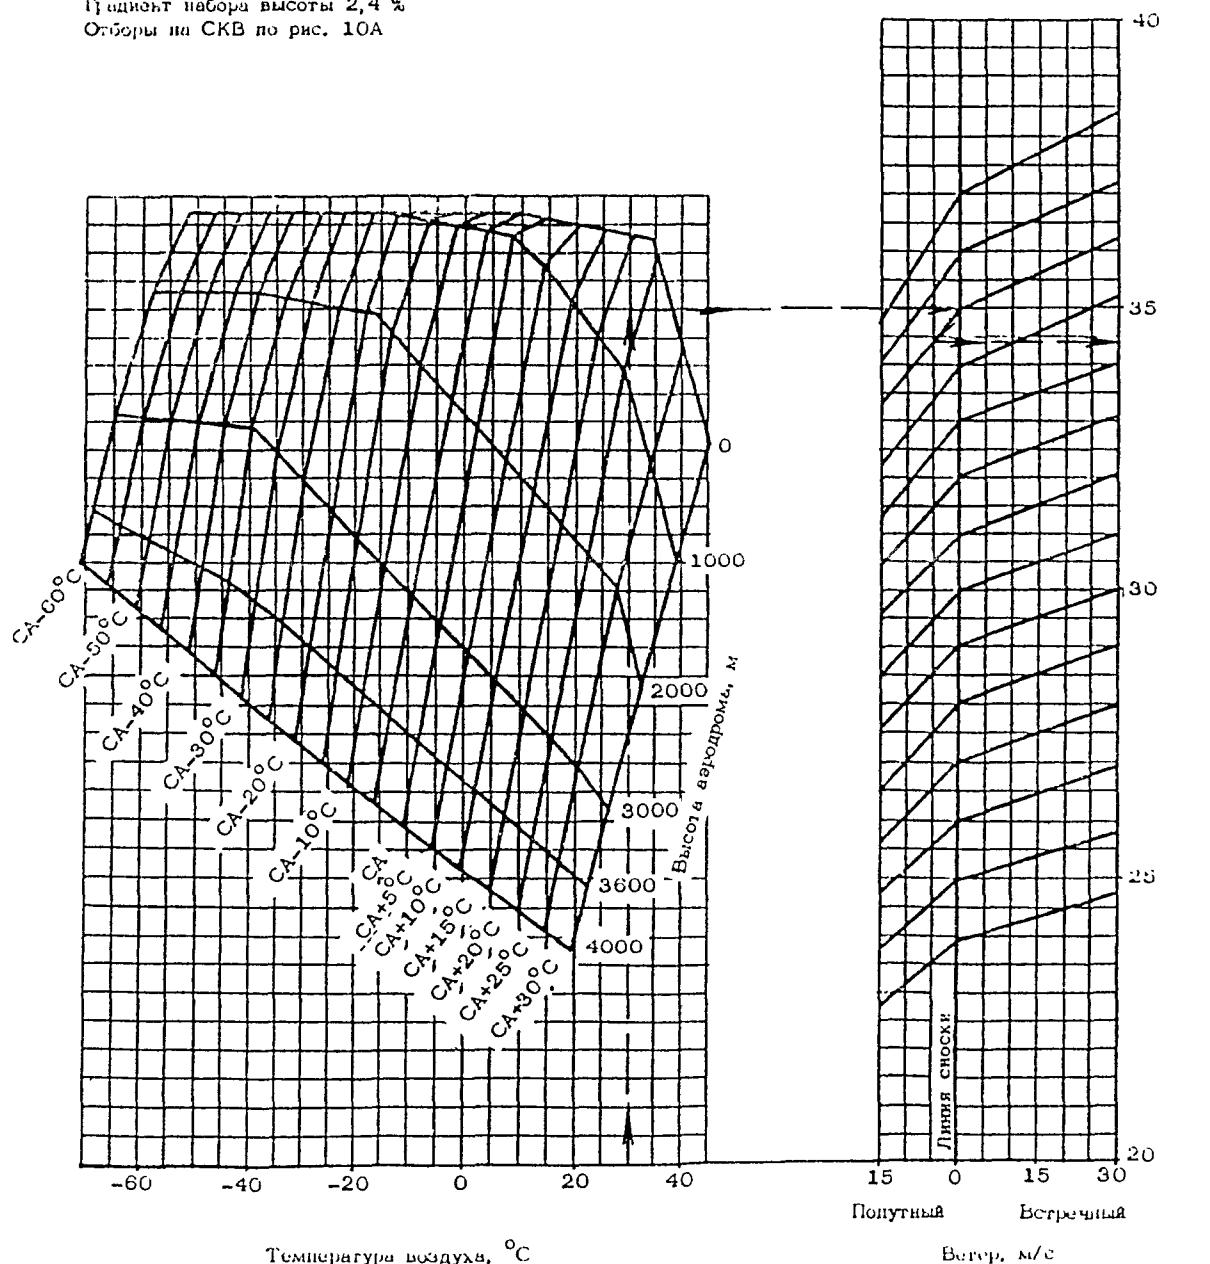

РИС. 20. МАКСИМАЛЬНАЯ ВЗЛЕТНАЯ МАССА
2. По рис. 20 принимаем максимальную взлетную массу 35,6 т.